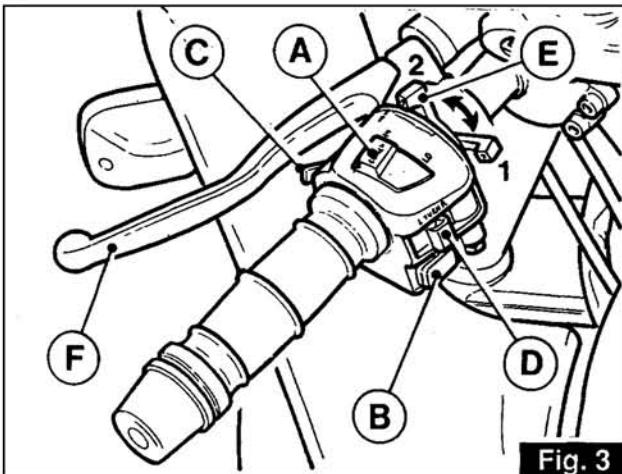

Fig. 3
3.2 INTERRUPTEURS DE COMMANDE FEUX (fig. 3 et 4)
Interrupteur «A» (fig. 3)
Avec l'interrupteur «A» fig. 3 sur la position «H».
3.3 BOUTON KLAXON, APPELS DE PHARE ET INTERRUPTEUR CLIGNOTANTS (fig. 3)
3.4 COMMANDE STARTER «CHOKE» («E» fig. 3)
3.5 LEVIER D'EMBRAYAGE («F» fig. 3)
■ si le moteur est froid, mettre le starter «CHOKE» «E» sur la position «1» (voir fig. 3);
3.2 SCHALTER FÜR BELEUCHTUNG (Abb. 3 und 4)
Schalter «A» (Abb. 3)
Mit Schalter «A» Abb. 3 in Stellung «H»:
3.3 DRUCKKNOPF FÜR HUPE, PASSING UND SCHALTER FÜR BLINKER (Abb. 3)
3.4 STARTHILFSHEBEL «CHOKE» («E» in Abb. 3)
3.5 KUPPLUNGSHEBEL («F» in Abb. 3)
- bei kaltem Motor den Hebel «E» «CHOKE» auf Startschaltstellung «1» legen (siehe Abb. 3)